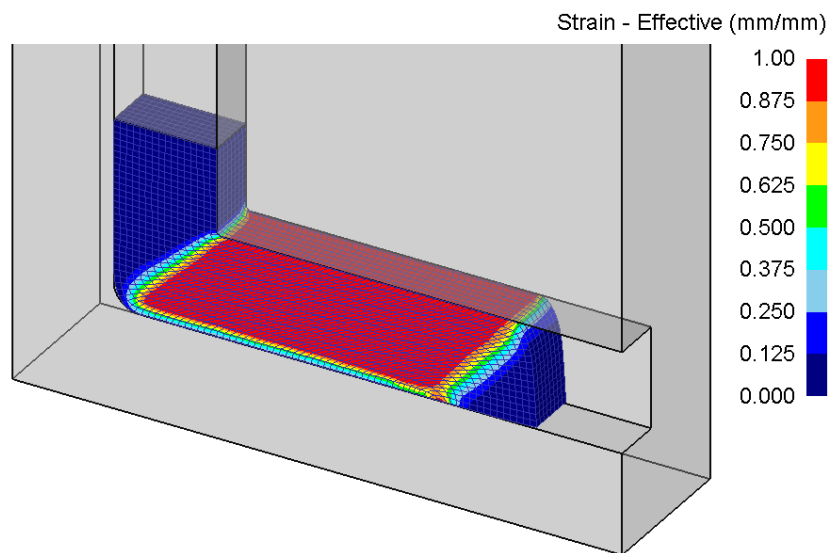

Рис. 2. Интенсивность деформации в материале заготовки в процессе РКУП
Задание: согласно варианту (табл. 1) с применением САД/САЕ систем КОМПАС и QForm 2D/3D смоделировать и проанализировать процесс равноканального углового прессования (РКУП), реализующего деформацию массивных образцов простым сдвигом. По результатам моделирования определить: 1) усилие деформирования; 2) интенсивность деформации в материале заготовки (рис. 2). Полученную деформацию сравнить со значениями, рассчитанными по аналитическим формулам (1)-(4). Моделирование выполнить в двух вариантах: 2D и 3D.